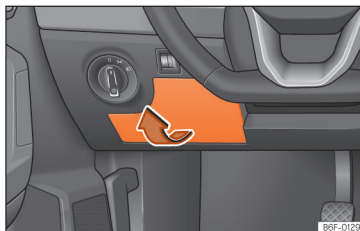

Fig. 49 No painel de instrumentos do lado do condutor: tampa da caixa de fusíveis.
- Abrir: retire a tampa da caixa de fusíveis no sentido da seta »» **Fig. 49**.